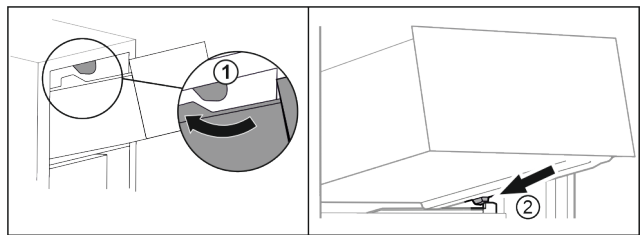

Fig. 74
- ▶ Introduzca el cajón rodeando los toques superiores. Fig. 74 (1)
- ▶ Coloque el cajón inclinado detrás de los toques inferiores sobre la nervadura para recipientes. Fig. 74 (2)